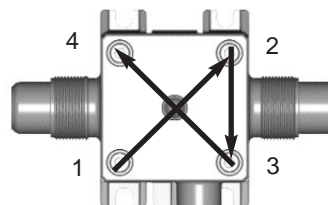

図 11
- 六角レンチを使用して、図11に示す十字交差の順序で、アクチュエーター・アセンブリーがバルブ・ボディに当たるまでソケット・ヘッド・キャップ・ネジを締め付けます。